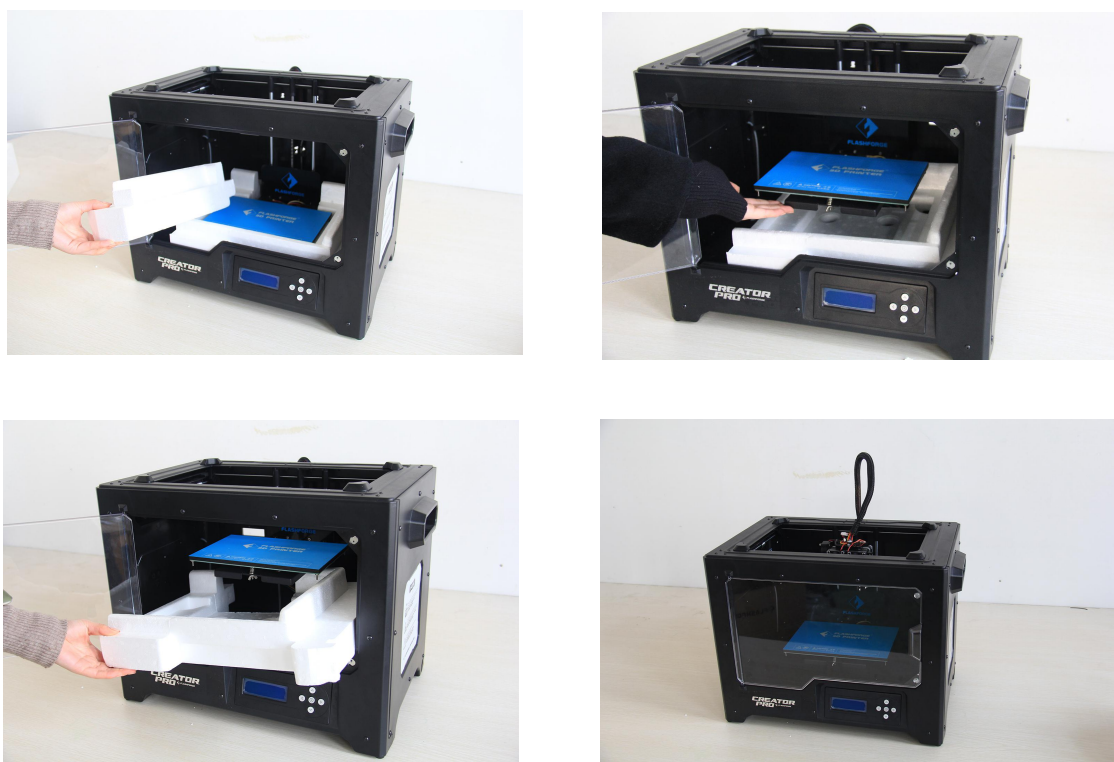

图 3-6
6. 取出保护 logo 板的珍珠棉(图 3-6)先把平台从底部抬到最高位置，随后取出长条泡沫，最后取出底部泡沫。